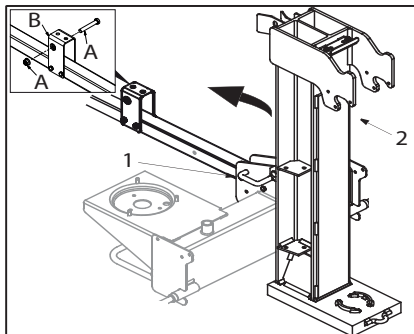

Fig.6a
- Schraube und Mutter (A) von Halterung (B) abmontieren.
- Säulenverriegelung (1) herausziehen, nach hinten drehen und die Säule in die Waagrechte kippen. Bild 6a